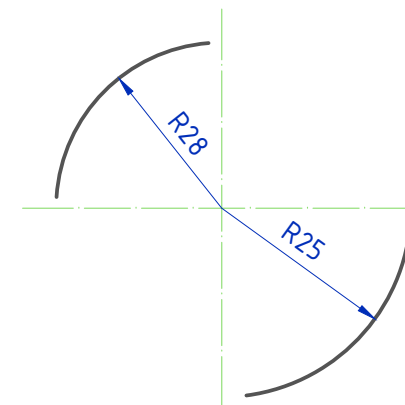

рисунок 27
5.7.22 При проведении нескольких радиусов из одного центра размерные линии любых двух радиусов не располагают на одной прямой (см. рисунок 27).